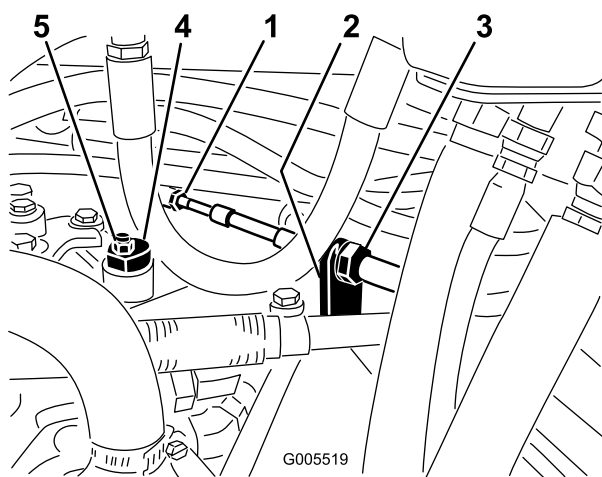

Figura 54
- A. Allentate entrambi i controdadi che fissano il cavo di comando della trazione alla paratia dell'igrostatato (Figura 54). Verificate che i controdadi siano ugualmente allentati, in modo sufficiente da consentire la messa a punto.
Nota: Allentate il dado che fissa l'eccentrico alla parte superiore dell'igrostatato (Figura 54).
cessa di girare, serrate il dado di bloccaggio dell'eccentrico per mantenere la messa a punto (Figura 54). Verificate la regolazione portando l'acceleratore in posizione Slow e Fast.
- D. Da ambo i lati della piastra serrate in modo uniforme i dadi che fissano il cavo di trazione alla piastra (Figura 54). Non torcete il cavo.